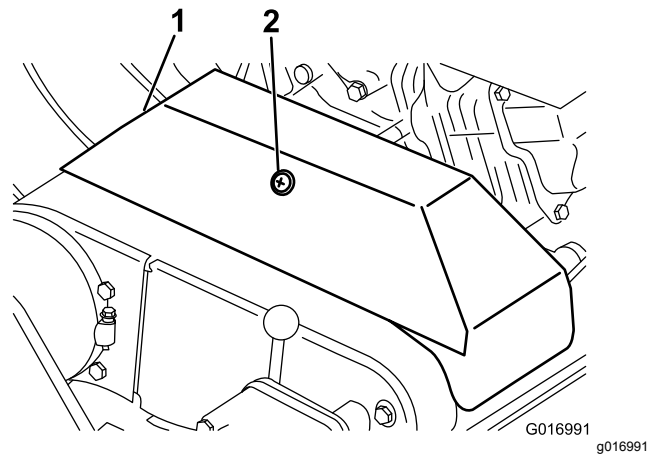

Figure 46
2. Desserrez la fixation du couvercle de la courroie trapézoïdale et ouvrez le couvercle (Figure 46).